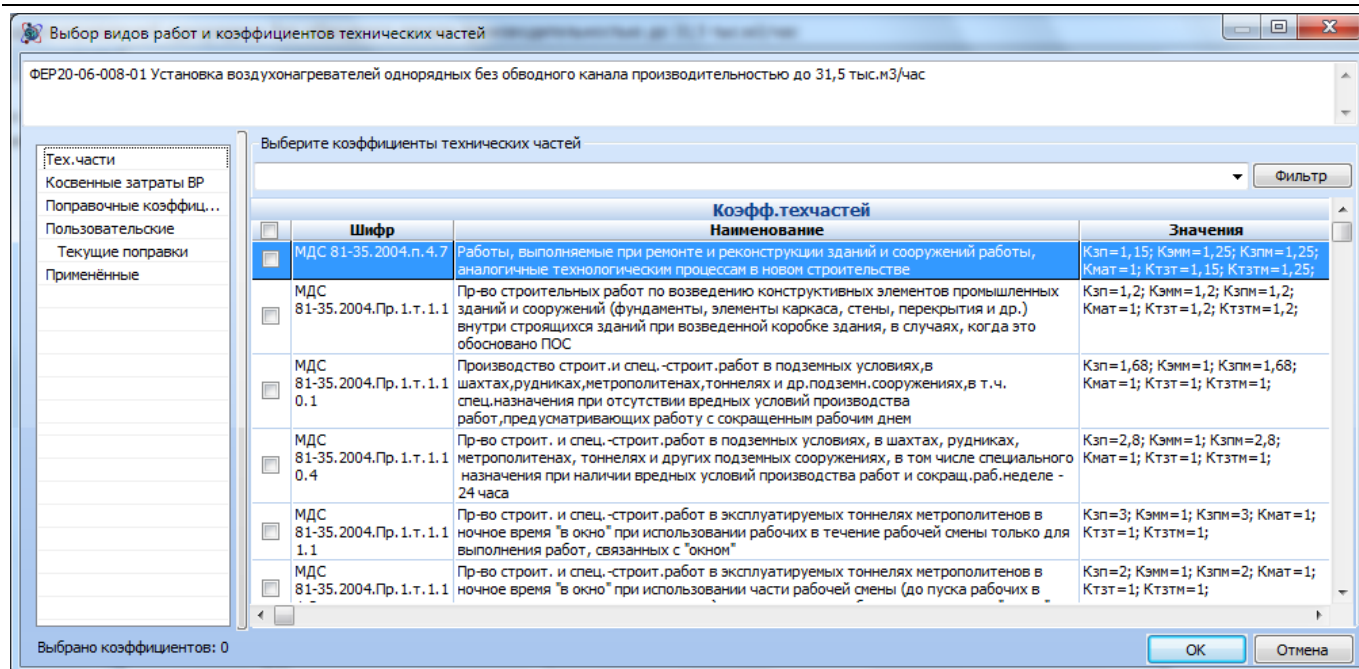

Рис. 4.27 Диалоговое окно База коэффициентов
2. В открывшемся диалоговом окне *База коэффициентов* (рис. 4.27) при помощи флагов отметить коэффициенты, которые необходимо применить;
2. Нажать на кнопку  — Сохранить коэффициент в базу. После сохранения коэффициент будет доступен для выбора в диалоговом окне *База коэффициентов* (см. рис. 4.27).